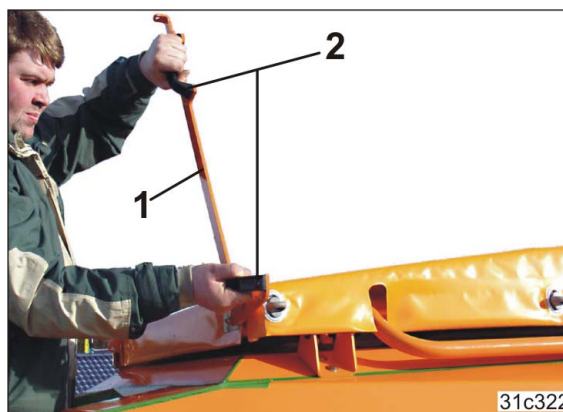

Рис. 177
8.2 Поверните рычаг (Рис. 177/1) вверх. Проследите, чтобы он зафиксировался.
8. Две ручки (Рис. 177/2) предназначены для открывания крышки бункера.